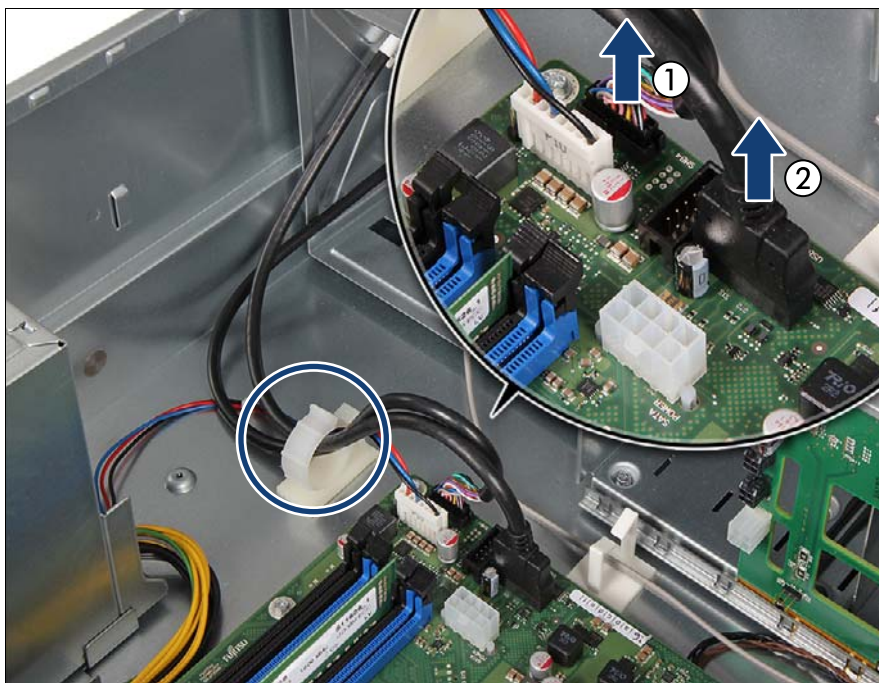

図 153: システムボードからのケーブルの取り外し
- ▶ フロントパネルモジュールを取り付けベイに挿入し、フロントパネルフレームにある前面のネジ穴がロッキングバーのセンタリングピンに合うまで、ゆっくりと押し込みます (1)。
- ▶ ロッキングバー (2) を閉じてロックします (3)。
- ▶ フロントパネルケーブルを、システムボードの前面 USB ケーブルに接続します（図 153 を参照）。
- ▶ 両方のケーブルをケーブルクランプでまとめます（図 153 丸で囲んだ部分）。